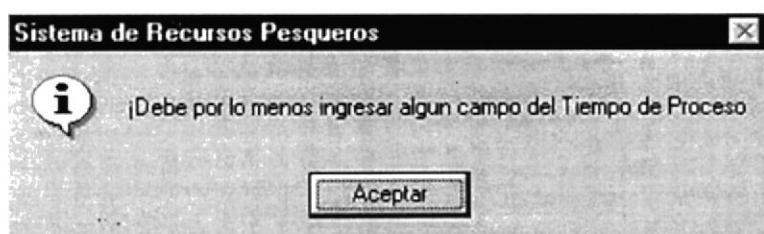

Figura 9.128 Mensaje Ingresar Tiempo
4. Si se ha realizado un ingreso o una modificación y no especificó el tiempo del proceso del trámite se mostrará el siguiente mensaje (ver figura 9.128).